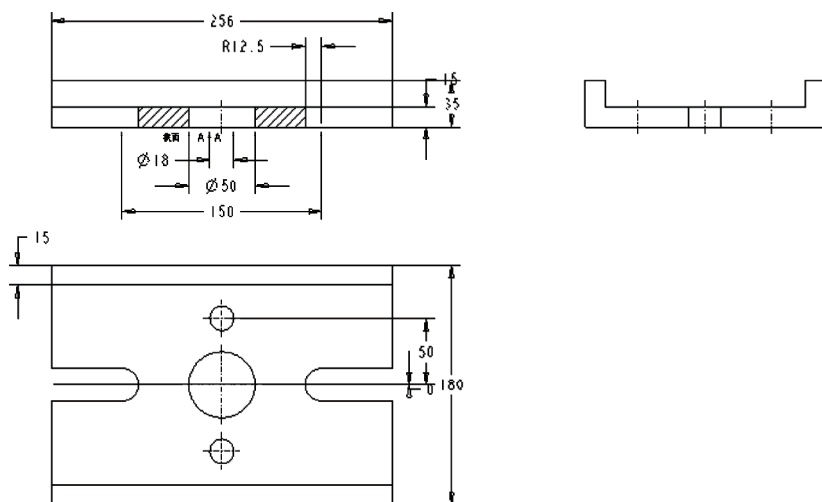

图 11-114 设置显示注释的参考效果
4) 在“显示模型注释”对话框中单击“应用”按钮，然后关闭该对话框。显示模型指定注释（尺寸和轴线）的参考效果如图 11-114 所示。